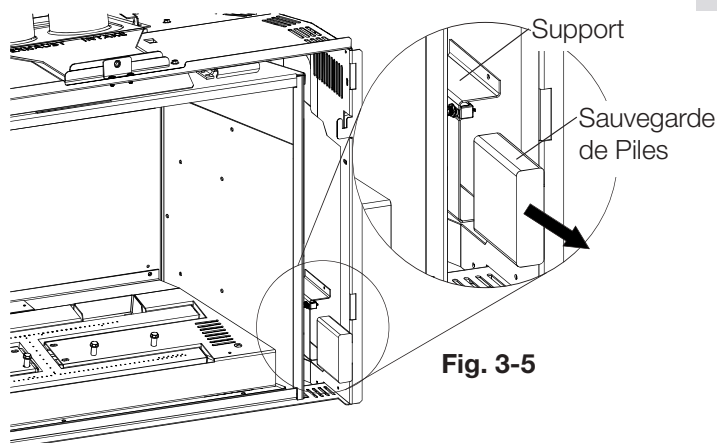

Fig. 3-5
1. Retirez la sauvegarde de piles en la glissant vers l'avant du support (**Fig. 3-5**).